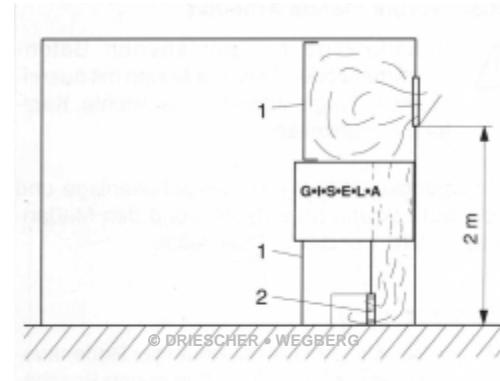

Bild 4 / Figure 4
- Hierbei eine druckfeste Verblendung (1) einbauen, um das Entweichen des Druckes in den Kellerraum oder in die gemauerte Station zu verhindern. Für den Druckabbau nach außen eine Öffnung (2) [Mindestquerschnitt – 0,25m²] mit zwei Lagen Streckmetall einbauen. (Bild 4).
- Pour ce faire, un couvercle résistant à la pression (1) doit être installé pour éviter que la pression ne s'échappe dans la cave ou le poste en briques. Pour libérer la pression vers l'extérieur, installez une sortie d'air de ventilation (2) (section transversale minimum de 0,25 m²) avec 2 couches de métal déployé (figure 4).